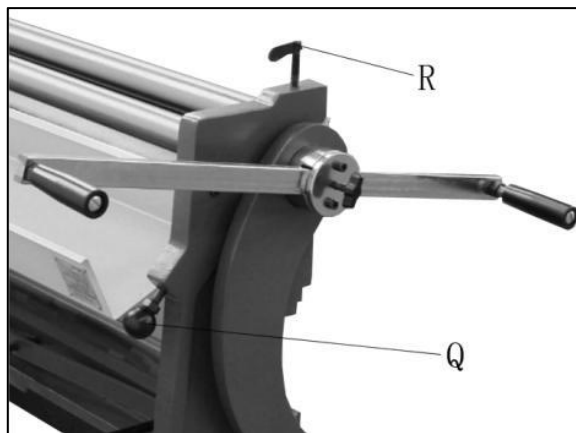

Figure 11
9. Reculez complètement le rouleau à vide en le faisant tourner vis du rouleau fou (Q, Figure 11) dans le sens inverse des aiguilles d'une montre.
10. Desserrez le boulon (R, Figure 11) pour augmenter espace entre la pression supérieure et inférieure rouleaux.
11. Insérer du matériau entre la partie supérieure et rouleaux inférieurs et serrez le boulon (R, Figure 11) pour abaisser le rouleau supérieur, jusqu'à ce que le matériau s'adapte bien ajusté. Le rouleau supérieur doit avoir pression suffisante sur la pièce à usiner pour l'alimenter correctement.
12. Tournez les deux vis du rouleau fou (Q, Figure 11) pour régler la proximité du rouleau fou par rapport aux deux rouleaux principaux. Soulevez les deux extrémités à une distance égale montant.